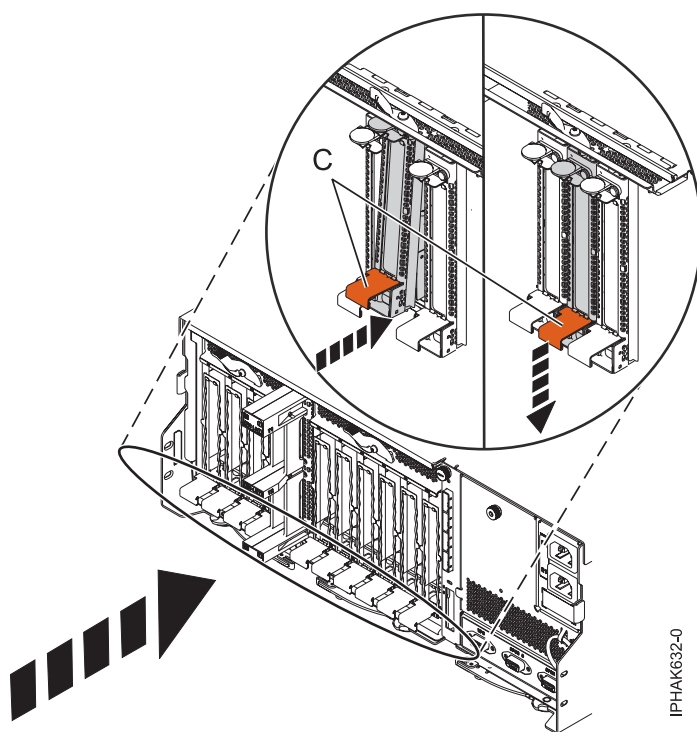

Figura 77. Instalar a cassete de adaptador PCI
1. Certifique-se de que a patilha inferior da cassette (**C**) está premida para cima na direcção do grampo de fixação conforme demonstrado em Figura 77 na página 87. Esta acção coloca o adaptador na posição correcta para ser acoplado ao sistema.